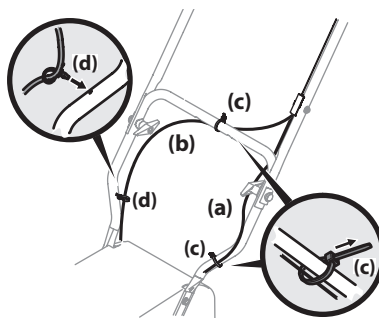

Figura 2-11
NOTA: El recorrido del cable de la barrena (a) pasa por debajo de la barra de control inferior izquierda y el cable de transmisión (b) pasa a través de la parte superior de la barra de control inferior y por debajo del lado derecho de dicha barra. Consulte la Figura 2-11.
6. Se utilizaron dos precintos (c) para sujetar los cables de control a la barra de control inferior sin ajustarlos, incluido el precinto (c) que se reubicó en el paso 3. También se incluye un sujetador de empuje (d) en el cable de transmisión inferior (b). Ubique ahora los precintos (c), como en la Figura 2-11 y ajuste para sujetar los cables (a y b) a la barra de control inferior. Recorte el material excedente de los precintos (c). Si aún no se colocó, empuje el sujetador (d) del cable de transmisión (b) dentro del orificio en la barra de control suministrada como se indica en el recuadro izquierdo.